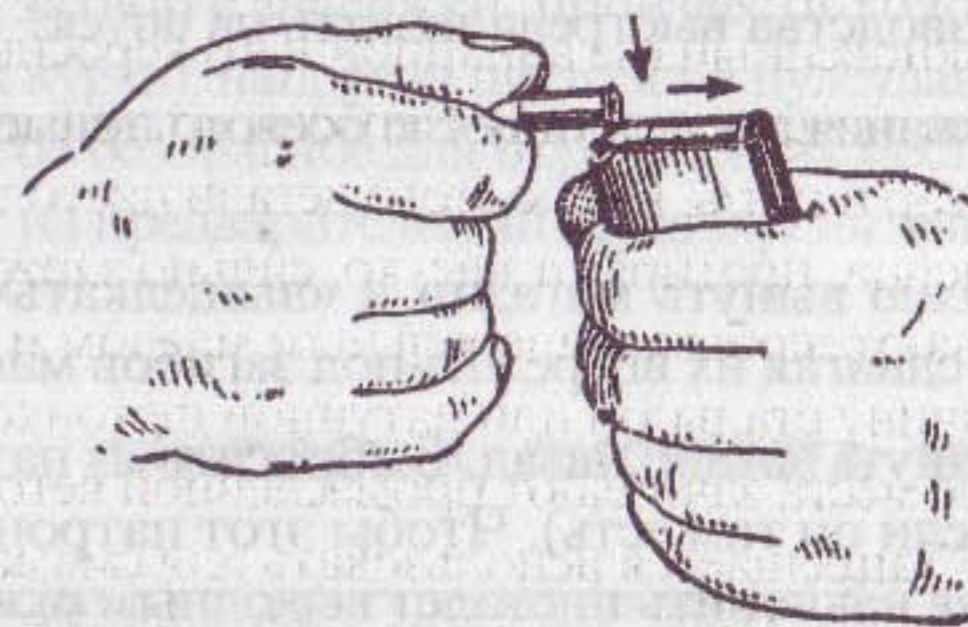

Рис. 204. Как наполнить магазин патронами
- 4) снарядить патронами основной и запасной магазины, для этого, удерживая магазин в левой руке, наполнить его семью патронами, нажимая очередным патроном на патрон, который уже находится в магазине, заталкивая этот очередной патрон под загибы магазина после введения (рис. 204) и наблюдая, чтобы последний (верхний) патрон правильно расположился в магазине (конец пули должен находиться выше передней стенки магазина);